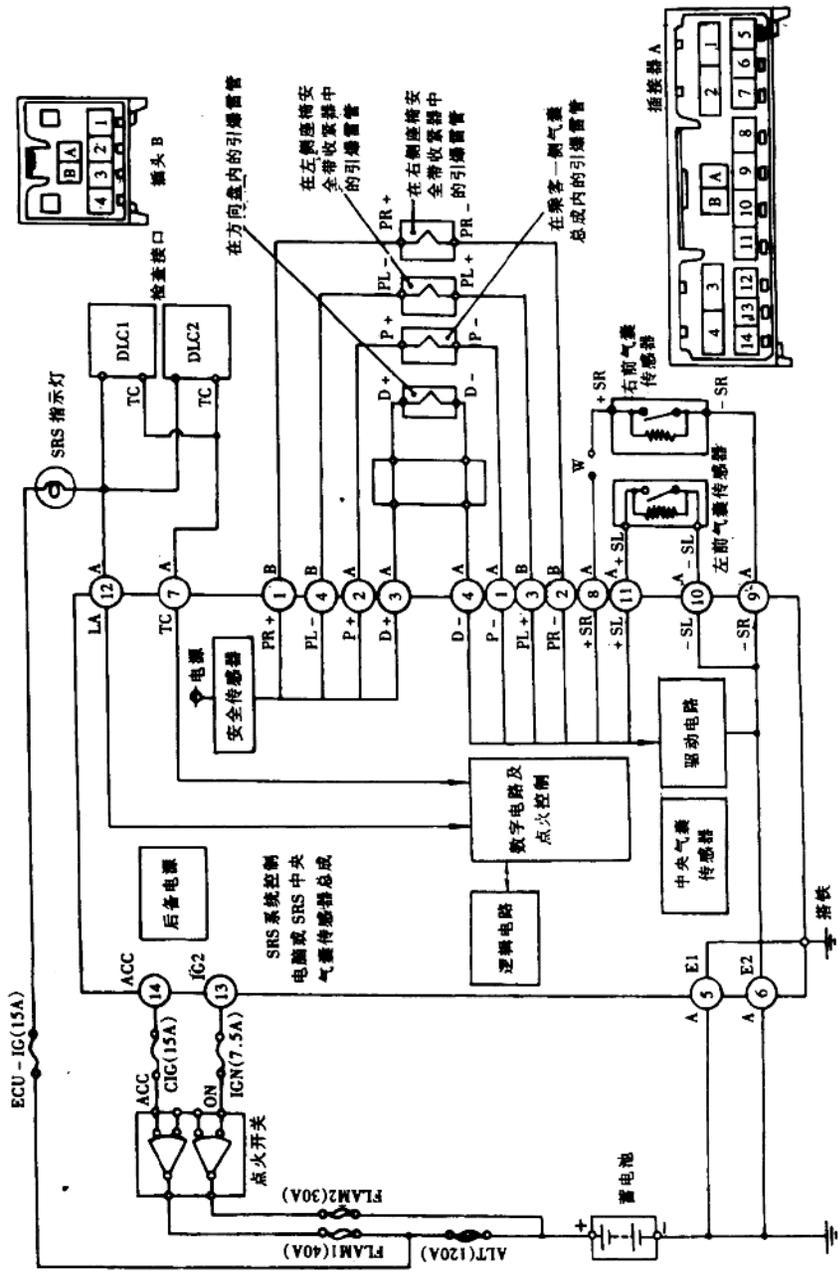

图 1-2 SRS 控制电路图
①把汽车前桥用千斤顶顶离地面,拆下两个前轮,拆下左右前大灯、角灯,拆下前保险杠及左右翼子板,拆下左右前安全气囊传感器的线束插头。
②拆下收放机及空调器控制面板及相关装饰件,拆除 SRS 控制 ECU,拆下全部线束插头。
③用数字式万用电表检查从 SRS 控制 ECU 线束插头上 8 号(+SR),9 号(-SR),10 号(-SL)及 11 号(+SL)各端子到左右两个前气囊碰撞传感器线束插头上相应的 +SR, -SR, -SL 及 +SL 各端子之间连接导线的导通情况。结果发现从 SRS 控制 ECU 线束插头上 8 号(+SR)端子到右侧前气囊碰撞传感器线束插头上 +SR 端子之间的导线不导通(断路),而前气囊碰撞传感器的其余三根导线导通良好,线路正常。SRS 控制电路如图 1-2 所示。
④用万用电表逐段检查从 SRS 控制 ECU 线束插头上 8 号(+SR)端子到右侧前气囊碰撞传感器线束插头上相应的 +SR 端子间导线断线的具体位置。经检查发现 SRS 控制 ECU 的 B 组线束穿过仪表板内的部分被老鼠咬断,造成右侧前气囊碰撞传感器线路断路。